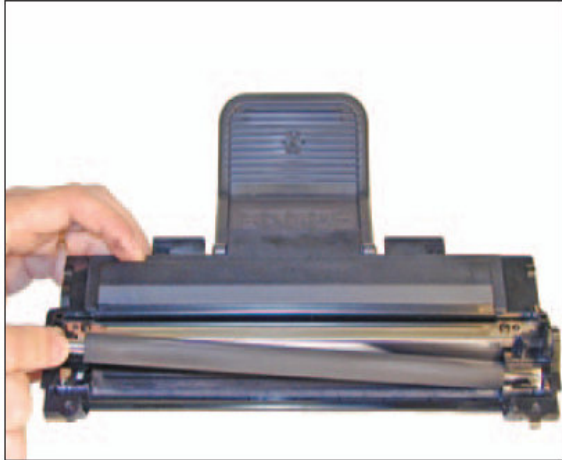

Figura 17.
15) Retire el rodillo revelador levantándolo. Ver Figura 17.